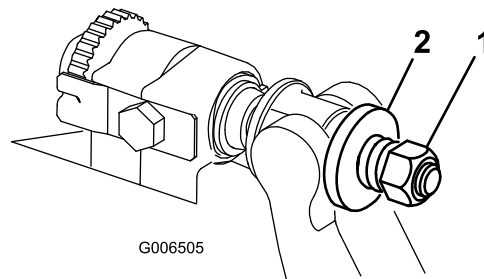

図 37
- スプリングがつぶれるまでテンションナットを締め、そこから半回転戻す図 37。